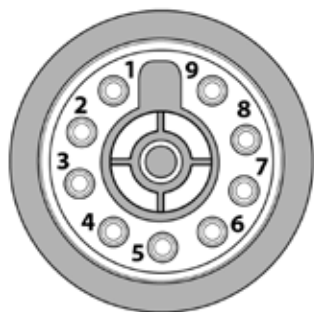

Рис. 7.5. Панельный разъём аппарата плазменной резки.
3. Подключите кабельный разъём плазмотрона к разъёму аппарата на передней панели (См. рис. 7.5). Убедитесь в плотной фиксации соединения.